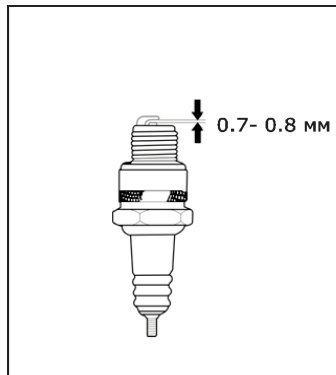

Рис. 23
5. Проверьте зазор между электродами свечи зажигания. Он должен составлять 0,7-0,8 мм (Рис. 23). При необходимости отрегулируйте зазор.